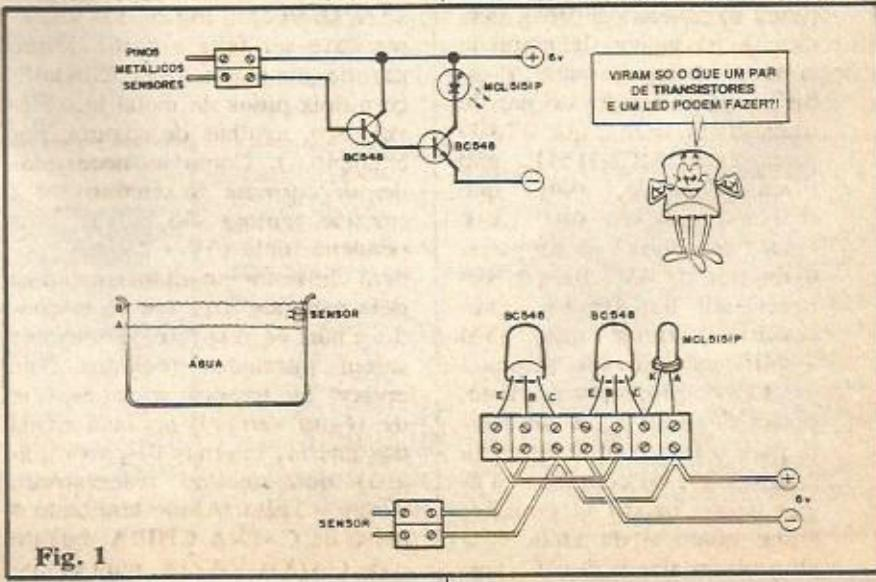

Fig. 1
- 2 - Continuando com as colaborações do André, afinal está o projeto "complementar" ao mostrado na fig. 1: um ALARME DE CAIXA VAZIA! Utilizando com inteligência transistores que precisam de polarização inversa em relação aos usados no esquema 1 (aqueles eram NPN, os de agora são PNP) porém em semelhante configuração super-amplificadora, a elevada resistência da água, ao "submergir" os pinos metálicos sensores, permite a passagem de pequena corrente suficiente para "proibir" a amplificação do par de transistores, com o que o LED pisca-pisca MCL5151P não pisca! Contudo, assim que (baixando o seu nível...) a água "descobrir" os sensores, o resistor de 4M7 para fornecer, aos transistores, a necessária corrente que, após amplificação elevada, acionará o LED pisca-pisca. Este, então, funciona como um alerta para o fato de que "a caixa está vazia", ou com nível d'água muito baixo! O circuito, assim como o da idéia 1, é alimentado por 6 V.C.C. (pi-
- NOTA DE ABC (1) - Embora o André não tenha mencionado isso, a confecção lógica dos sensores deve ser feita a partir de um par de conetores tipo "Sindal", com dois pinos de metal inoxidável (aço, agulhas de costura, por exemplo...). Como as necessidades de corrente do circuito 1 e 2 (mesmo juntos) são baixas, uma pequena fonte (6V x 250mA) poderá alimentar simultaneamente os dois módulos (fig. 1 e 2), podendo então os respectivos sensores serem instalados (colados com epoxy, ou fixados numa espécie de régua vertical, apoiada numa das laterais internas da caixa d'água) num mesmo reservatório. Assim o Leitor/Aluno terá tanto o aviso de CAIXA CHEIA, quanto o de CAIXA VAZIA, num só sis-
tema, muito útil e prático! Outro complemento: se, no aviso de CAIXA CHEIA (fig. 1), Vocês usarem o LED pisca-pisca verde (MCL5251P), terão um sistema de aviso ainda mais perfeito, com luz vermelha (MCL5151P) para o alarme de caixa "no topo" e verde para o aviso de água "no topo"!